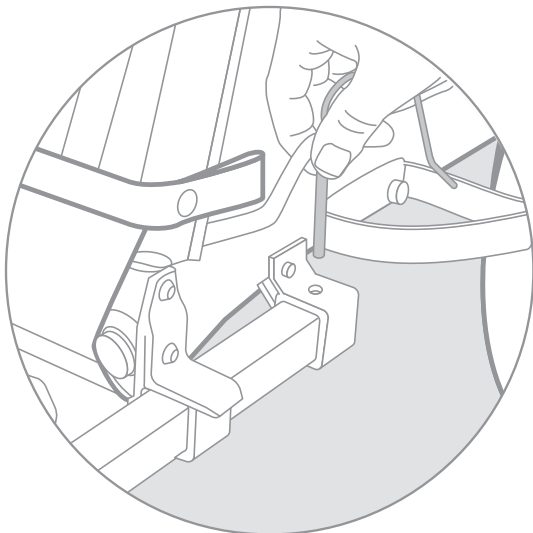

Abbildung 10: Sicherungsbolzen einsetzen
2. Richten Sie nun die HINTEREN Bohrungen im Deichselrohr auf die Bohrungen in der hinteren Aufnahme aus. Stecken Sie anschließend den Sicherungsbolzen von oben hindurch (s. Abbildung 10).